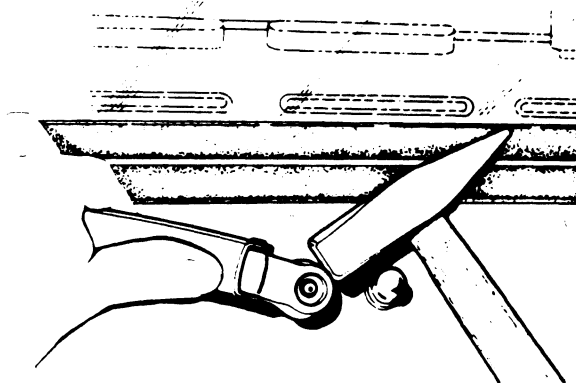

Fig. 4
- De ruitewisser is af te nemen door er een licht tikje met een hamer tegen te geven (zie Fig. 4).